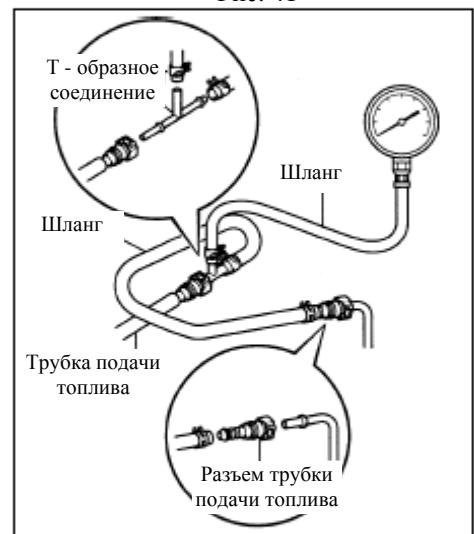

Рис. 42
- (1) Проверьте напряжение на выходе аккумуляторной батареи, оно должно быть больше 12 В.
- (2) Отсоедините кабель от отрицательной клеммы аккумуляторной батареи.
- (3) Установите на трубку подачи топлива датчик давления (см. Рис. 42)
- (4) Подсоедините кабель от отрицательной клеммы аккумуляторной батареи.
- (5) Измерьте давление топлива.